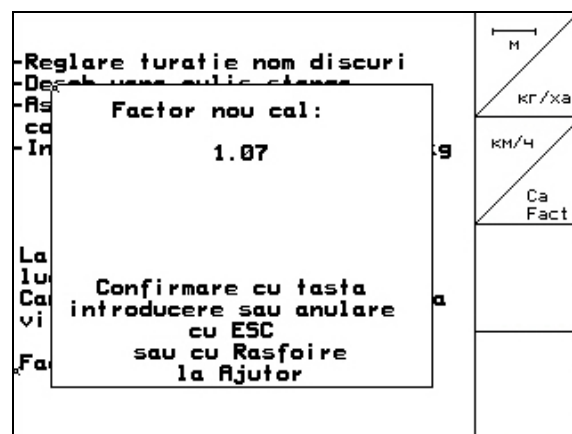

Fig. 34
- Va fi afișat noul factor de calibrare (Fig. 34)